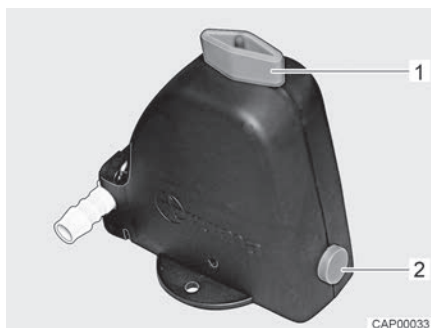
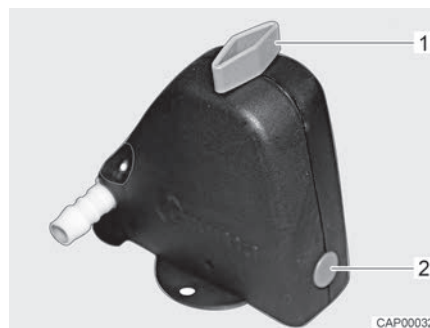

Fig. 139 Valve de sécurité et de vidange ouverte
Fig. 140 Valve de sécurité et de vidange fermée
- Fermer la valve de sécurité et de vidange. Tourner pour cela le bouton rotatif (Fig. 139,1) dans le sens transversal par rapport à la valve de sécurité et de vidange et enfoncer le bouton-poussoir (Fig. 139,2). La valve de sécurité et de vidange fermée est représentée à la Fig. 140. Lorsque la température descend en dessous de 6 °C, la valve de sécurité et de vidange ne peut pas être fermée.